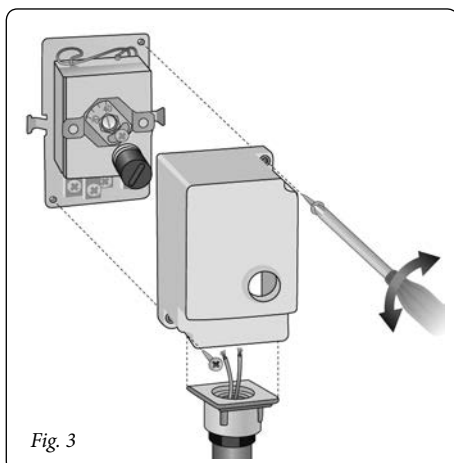

Fig. 3
- rimuovere il coperchio del termostato (Fig. 3) e far passare il cablaggio nel relativo pressacavo;